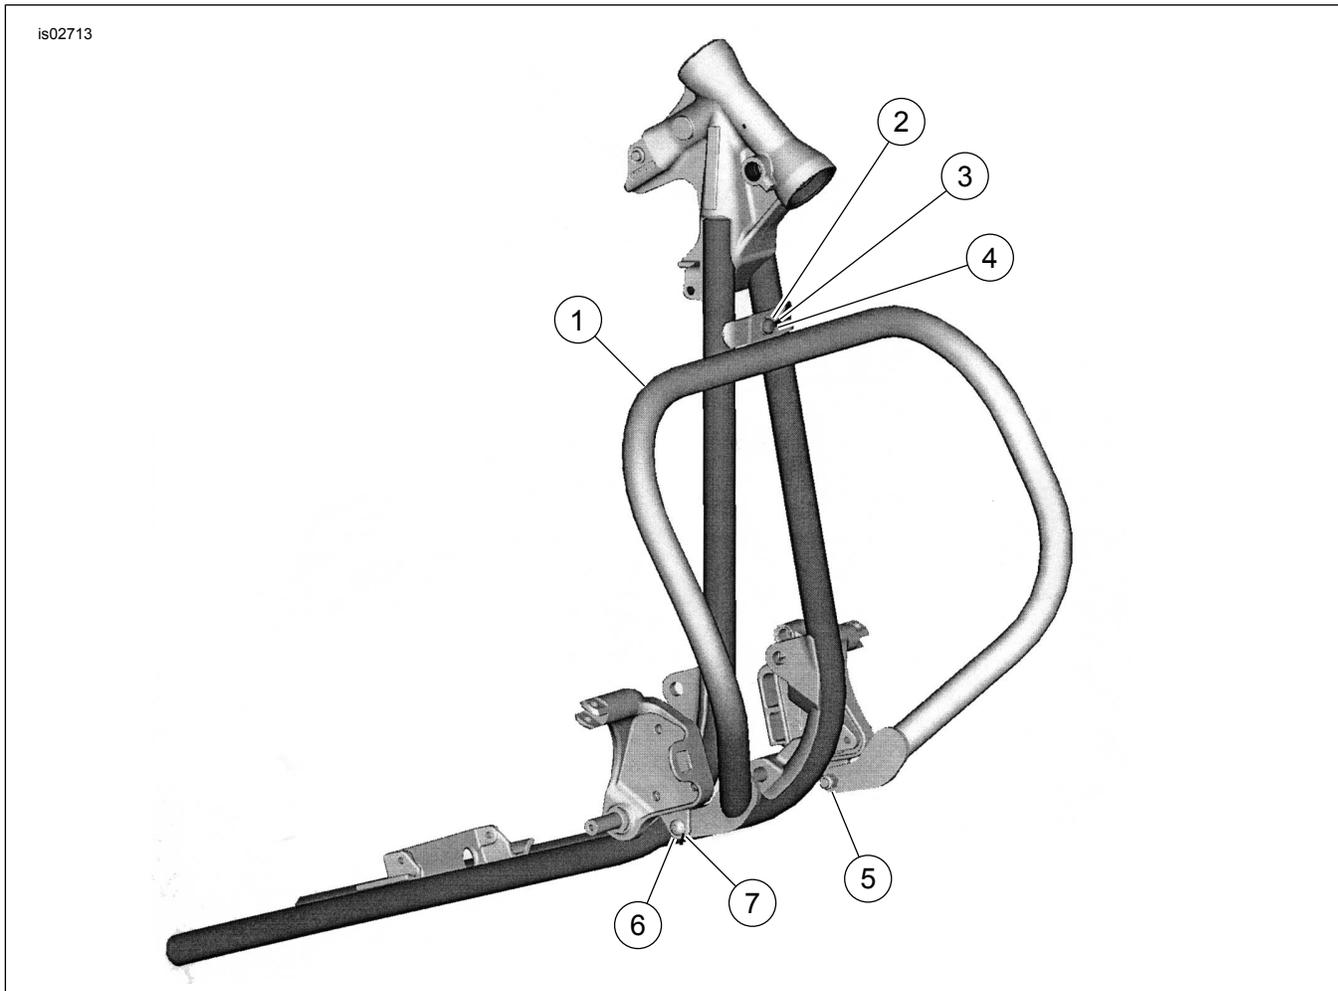

Figura 5. Peças de reposição: protetor do motor
Veja a Figura 5 e a Tabela 1.
2. Afixe a placa de montagem no tirante transversal com um parafuso cabeça de panela (3), uma arruela de 5/16 pol. (2) e uma porca sextavada de 5/16 pol. (1), conforme mostrado. Não aperte.
3. Veja a Figura 5. Afixe o protetor do motor (1) do lado esquerdo no local indicado com um parafuso de cabeça abaulada (7), uma arruela de 3/8 pol. (6) e uma contraporca de nylon de 3/8-16 (5). Não aperte.